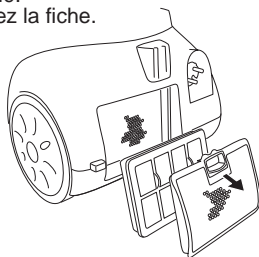

Figure 13
2. Ouvrez le couvercle du filtre de sortie en tirant sur le rebord du couvercle. Retirez de l'appareil le filtre de sortie; voir la figure 13.